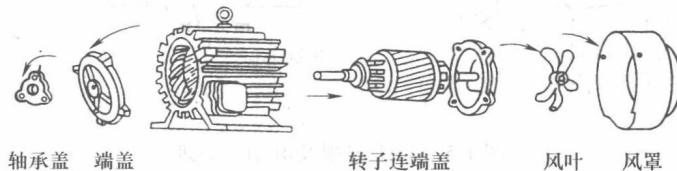

图 1-6 小型笼型电动机的结构示意图
1. 三相交流异步电动机一般由定子及机壳、转子连端盖两大部分组成, 并配有轴承盖、风叶、风罩附件, 如图 1-6 所示。电动机的种类很多, 可分为直流电动机和交流电动机两大类, 而直流电动机的原理与交流电动机基本相同, 不同的是直流电动机是通以直流电源的, 磁场是固定的, 左手定则则是直流电动机的基本原理。各类电动机的结构及特点见表 1-2。